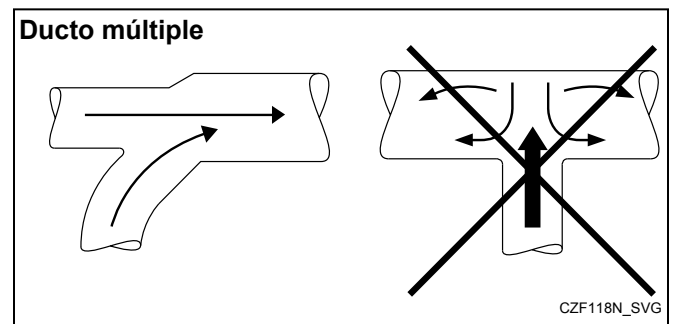

Figura 14
- El ducto múltiple debe ser cónico, consulte la *Figura 14*. El ducto individual de la planchadora debe ingresar en el ducto
NOTA: Nunca conecte el ducto de la planchadora a un ángulo de 90° en un ducto colector. Consulte la *Figura 14*. Esto provocaría una contrapresión excesiva, que resultará en bajo rendimiento. Nunca conecte dos ductos de extracción de la planchadora enfrentados en el punto de entrada del ducto múltiple.